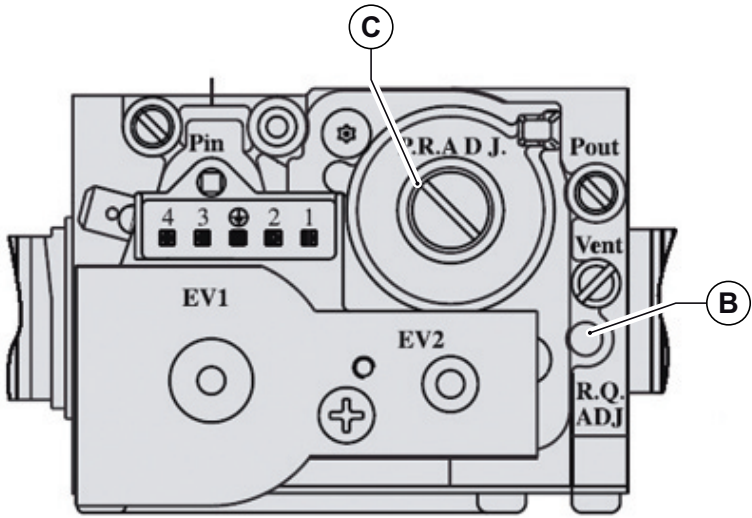

Fig. 33 Regolazione valore anidride carbonica
- Regolare il valore dell'anidride carbonica (CO2) nei fumi ruotando il regolatore di rapporto **B** (vedi Fig. 33 Regolazione valore anidride carbonica) e assicurarsi che rientri nei limiti della Tab. 18 Valori di CO2 nei fumi. Lasciare la caldaia in modalità spazzacamino e portarsi al passo successivo di regolazione alla potenza minima.
- Regolare il valore dell'anidride carbonica (CO2) nei fumi ruotando il regolatore di offset **C** (vedi Fig. 33 Regolazione valore anidride carbonica) e assicurarsi che rientri nei limiti della Tab. 18 Valori di CO2 nei fumi.